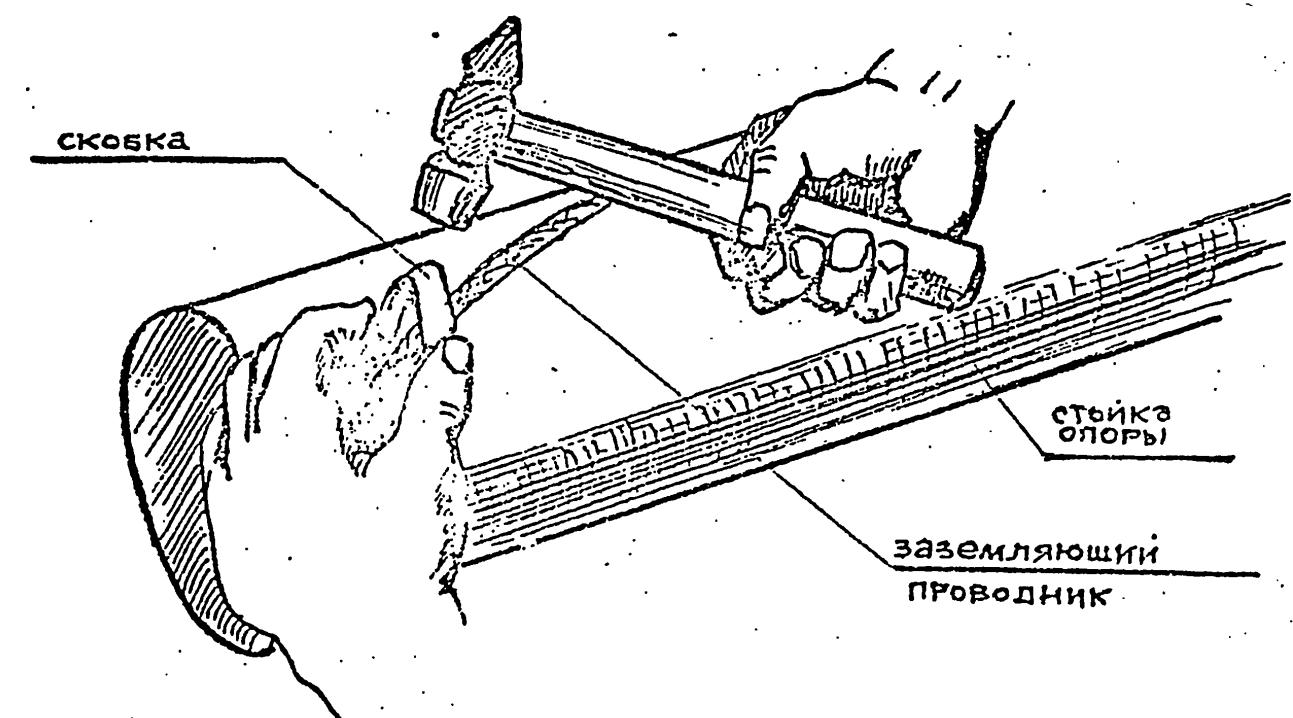

Рис.2
4.3. Э1 прокладывает заземляющий проводник ЗП2 по траверсе и опоре, удерживает его, а Э2 забивает вторую скобку по оси стойки опоры (рис.2).